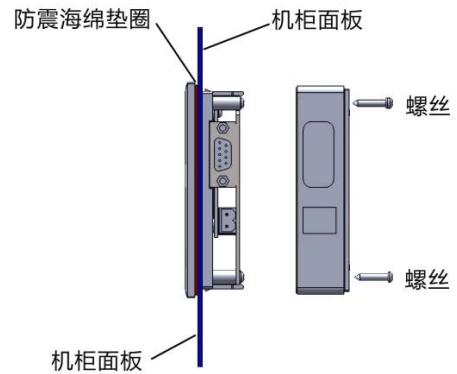

图 2
- ①从保护垫中取下垫圈。
- ②将提供的垫圈放到 TD4S 的前面板（如上图 2）。
- ③将前面板装入安装面板上已经开好的孔。
- ④用从后面板上卸下的螺丝将后面板固定到 TD4S 的前面板上。 确保拧紧螺丝。